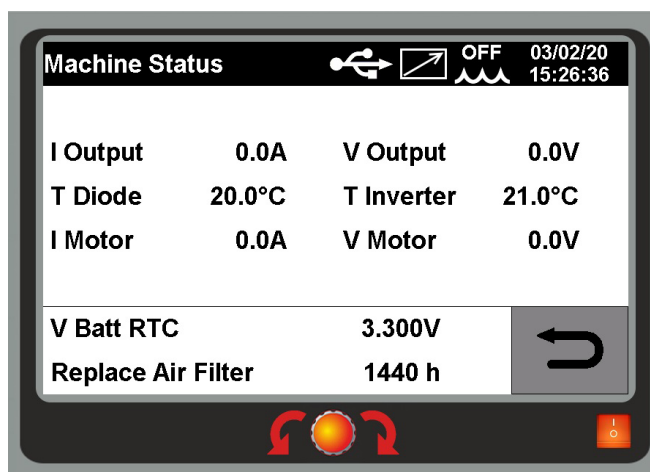

Fig. 3.4.20a
La corriente absorbida por el motor se indica en el display (1) seleccionando el “Estado generador” mediante la secuencia: "Menu - Settings - Machine Status" para llegar al estado de la máquina (ver fig. 3.4.20a)